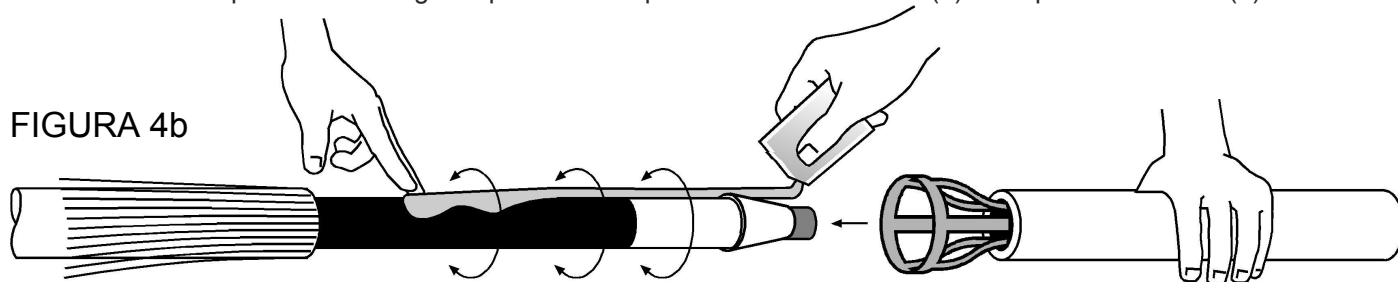

FIGURA 4b
Lubrificar a superfície semi-condutora (4) e a superfície isolante utilizando aproximadamente 25 % da PASTA DE MONTAGEM (10) fornecida, espalhando por toda volta como indicado na FIGURA 4b. Cuidado especial deve ser tomado para não contaminar a pasta de montagem aplicada na superfície semi-condutora (4) na superfície isolante (5).